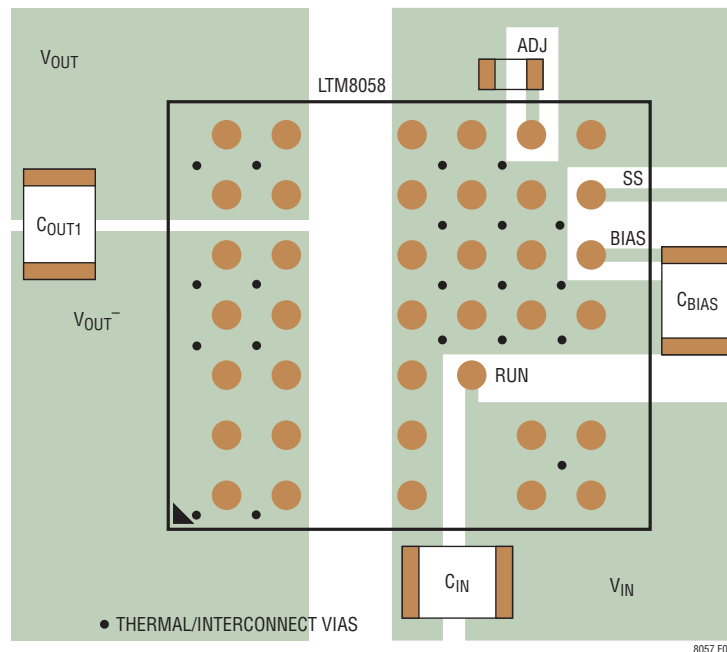

図3. 推奨外部部品、プレーン、およびサーマル・ピアを示すレイアウト
プリント回路基板のレイアウトに関連した困難な問題のほとんどは、LTM8057による高度の集積化によって軽減されるか、解消されました。とはいえ、LTM8057はスイッチング電源なので、電氣的ノイズを最小限に抑えて正常な動作を保証するには、注意を払う必要があります。高度に集積化されていても、レイアウトが無計画だったり不適切だったりすると、規定された動作を実現できないことがあります。推奨レイアウトについては図3を参照してください。接地と放熱に問題がないことを確認します。
6. ビアを使って、GND銅領域をボードの内部グランド・プレーンに接続します。これらのGNDビアを多数分散配置して、プリント回路基板の内部プレーンへの十分なグランド接続と熱経路の両方を与えます。図3のサーマル・ビアの位置と密度に注意してください。サーマル・ビアは内部の電力処理部品に近接しているので、これらの位置で内部のGNDプレーンに接続するビアによってもたらされる放熱効果により、LTM8057は恩恵を得ることができます。サーマル・ビアの最適個数はプリント回路基板の設計に依存します。たとえば、ある基板では非常に小さなビア孔を使うことがあります。この場合、大きな孔を使う基板に比べて多くのサーマル・ビアを採用します。